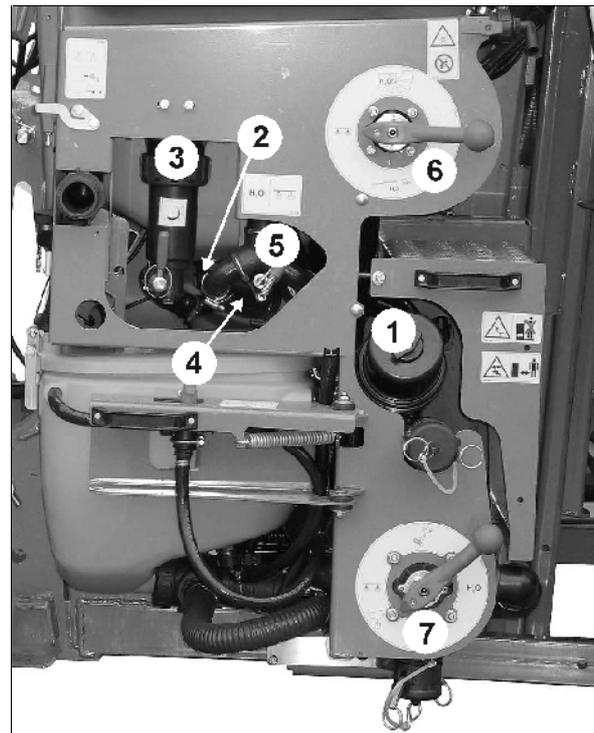
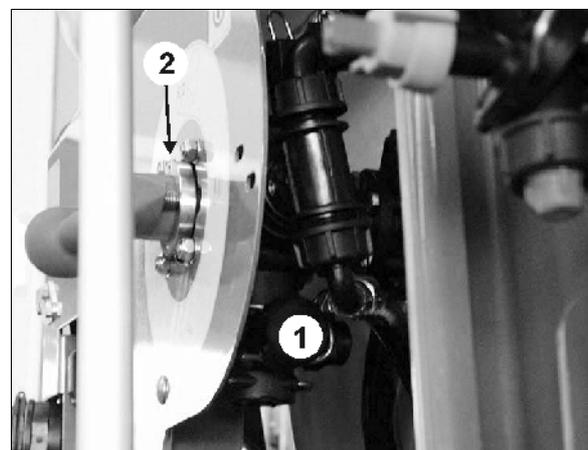

Bild 109
Bild 111
2. Demontera och rengör sugfiltret (Bild 109/1). Se kapitel "Rengöring av sugfilter på sidan 143.
5. Skruva loss omrörningsslangen (Bild 109/2) från spruttanken. Omrörningsslangen (Bild 109/2) förbinder omrörningskranen (Bild 109/3) med spruttanken.
6. Skruva loss returslangen (Bild 109/4) från spruttanken. Returslangen (Bild 109/4) örbinder omkopplingskranen Sprutning / Spolning (Bild 109/5) med spruttanken.
8. Demontera locket (Bild 111/1) för testanslutningen på VARIO-kran-tryck (Bild 109/6) resp. (Bild 111/2).
13. Manövrera VARIO-kran-sug (Bild 109/7) och VARIO-kran-tryck (Bild 109/6) ett flertal gånger till alla kranlägen.